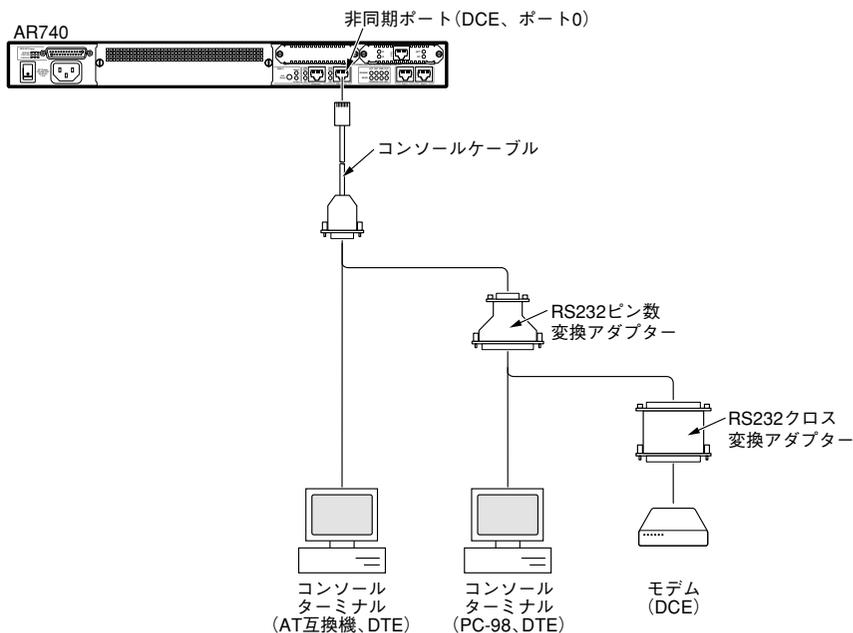

図 2.7.1 : コンソールターミナルまたはモデムとの接続
1. 図 2.7.1 をご覧になり、非同期ポート (**ポート 0**) に接続する機器に合わせて、付属のコンソールケーブル、ピン数変換アダプター、クロス変換アダプターを選択して連結し、各コネクターの固定ネジを締めてください。